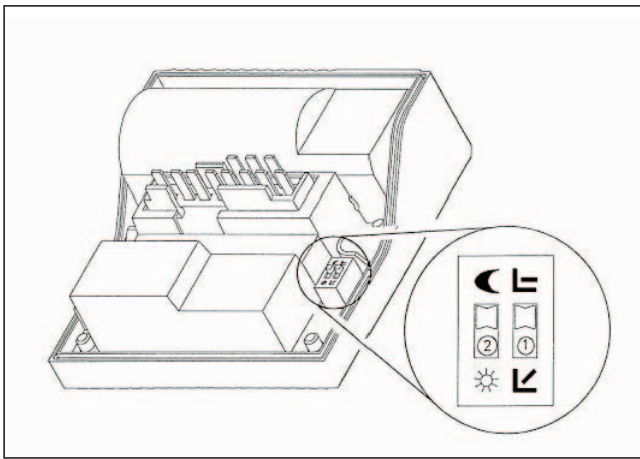

Fig. 3.3 Comutatorul DIP din capacul cutiei de borne
- Puneți comutatorul DIP 2 (fig. 3.3) din capacul cutiei de borne pe simbolul ☐.
- Puneți comutatorul DIP 2 (fig. 3.3) pe simbolul ☑, pentru a dezactiva diminuarea nocturnă.